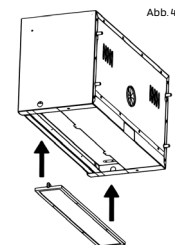

Abb. 4
- Schließen Sie das Master-Panel an den Treiber an und hängen Sie es in die dafür vorgesehene Öffnung (Abb. 3 und Abb. 4).